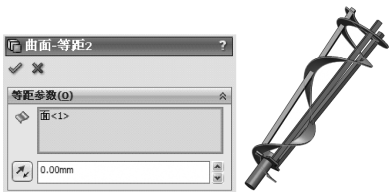

图 14-61 曲面-等距
- 12) 鼠标单击【曲面】工具栏中的（等距曲面）按钮，在（要等距的面）中选择螺旋实体的下表曲面，在（等距距离）中输入 0.00mm，单击（确定）按钮。如图 14-61 所示。